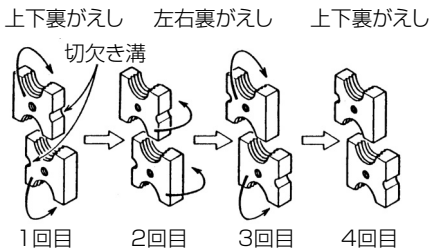

図 16
(3) 取付け前に…………
- ① カッタには、刃部が4カ所ありますので図16のように刃部の位置を替えれば4回ご使用いただけます。